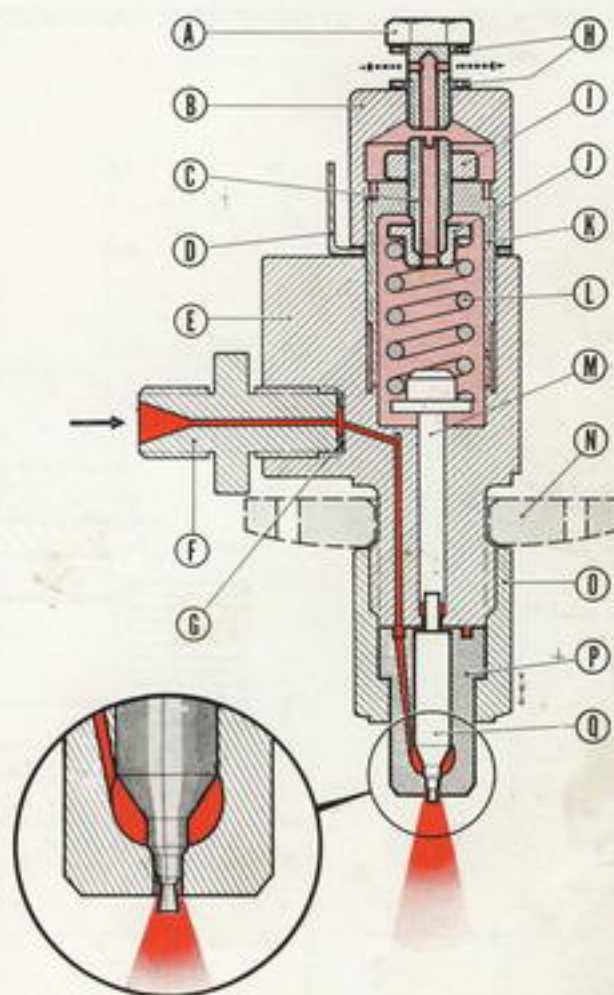

Fig. 5
e) Les injecteurs (fig. 5)
L'injecteur se compose de 2 éléments : le corps de l'injecteur, qui est en permanence au contact des flammes, et la soupape. Celle-ci est terminée par un téton conique dont le but est d'assurer une meilleure pulvérisation du jet (voir médailon de la fig. 5).